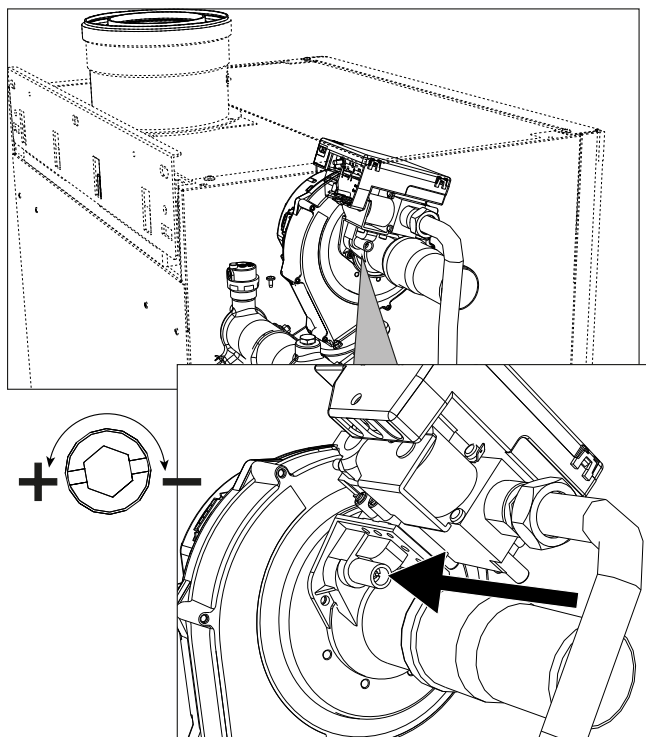
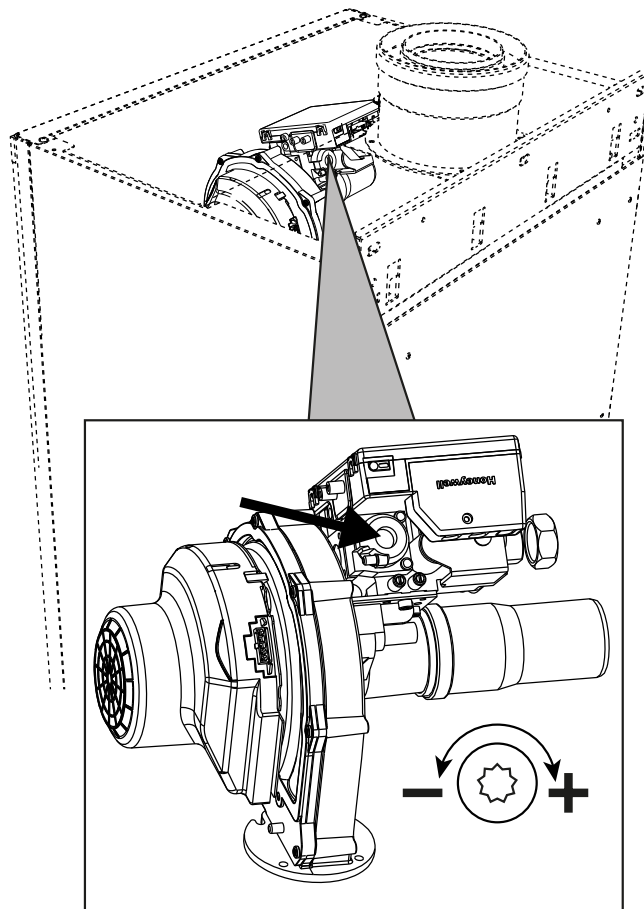
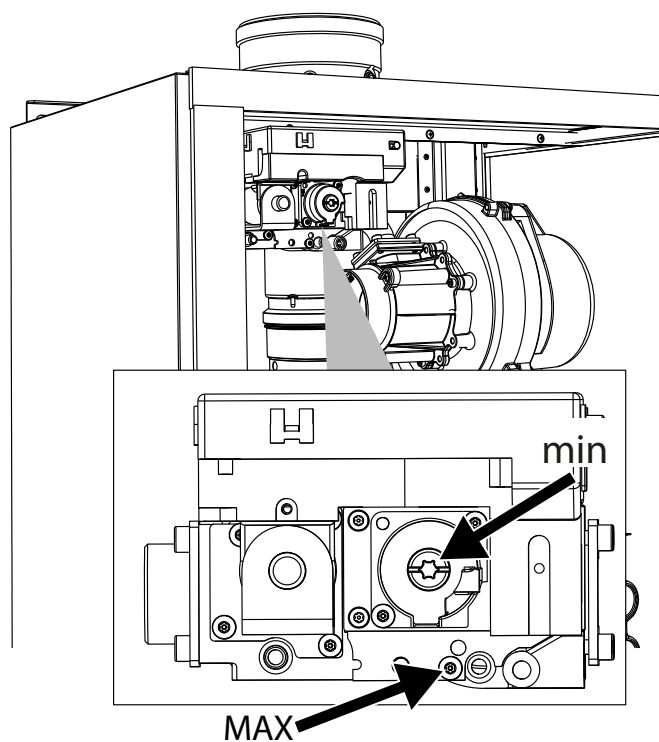

fig. 77 - Regolazione massima modelli W 60 e W 80
fig. 78 - Regolazione minima modelli W 60 e W 80
fig. 79 - Regolazione massima e minima modelli W 99, W 120 e W 150
- Nel caso in cui i valori siano diversi da quelli indicati, regolare la CO₂ attraverso la vite di regolazione massima portando i valori della CO₂ indicati. Vedi **fig. 77** per modelli **W 60** e **W 80** oppure **fig. 79** per modelli **W 99**, **W 120** e **W 150**.
- Nel caso in cui i valori della CO₂ siano diversi da quelli indicati, regolare delicatamente la vite di "OFFSET" minima verificando che la CO₂ sia corretta. Vedi **fig. 78** per modelli **W 60** e **W 80** oppure **fig. 79** per modelli **W 99**, **W 120** e **W 150**.